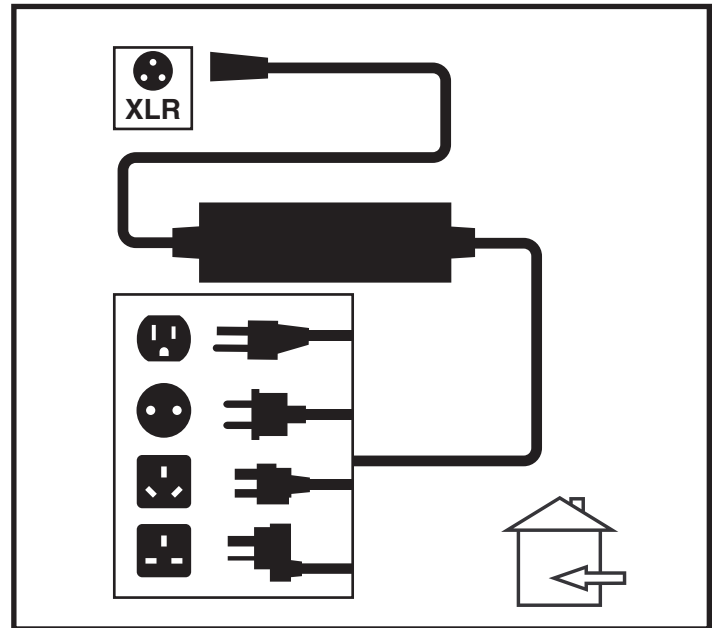

Figura 15. Cargado de baterías
3. Enchufe el cargador externo al conector correspondiente en el regulador. Ver figura 15.